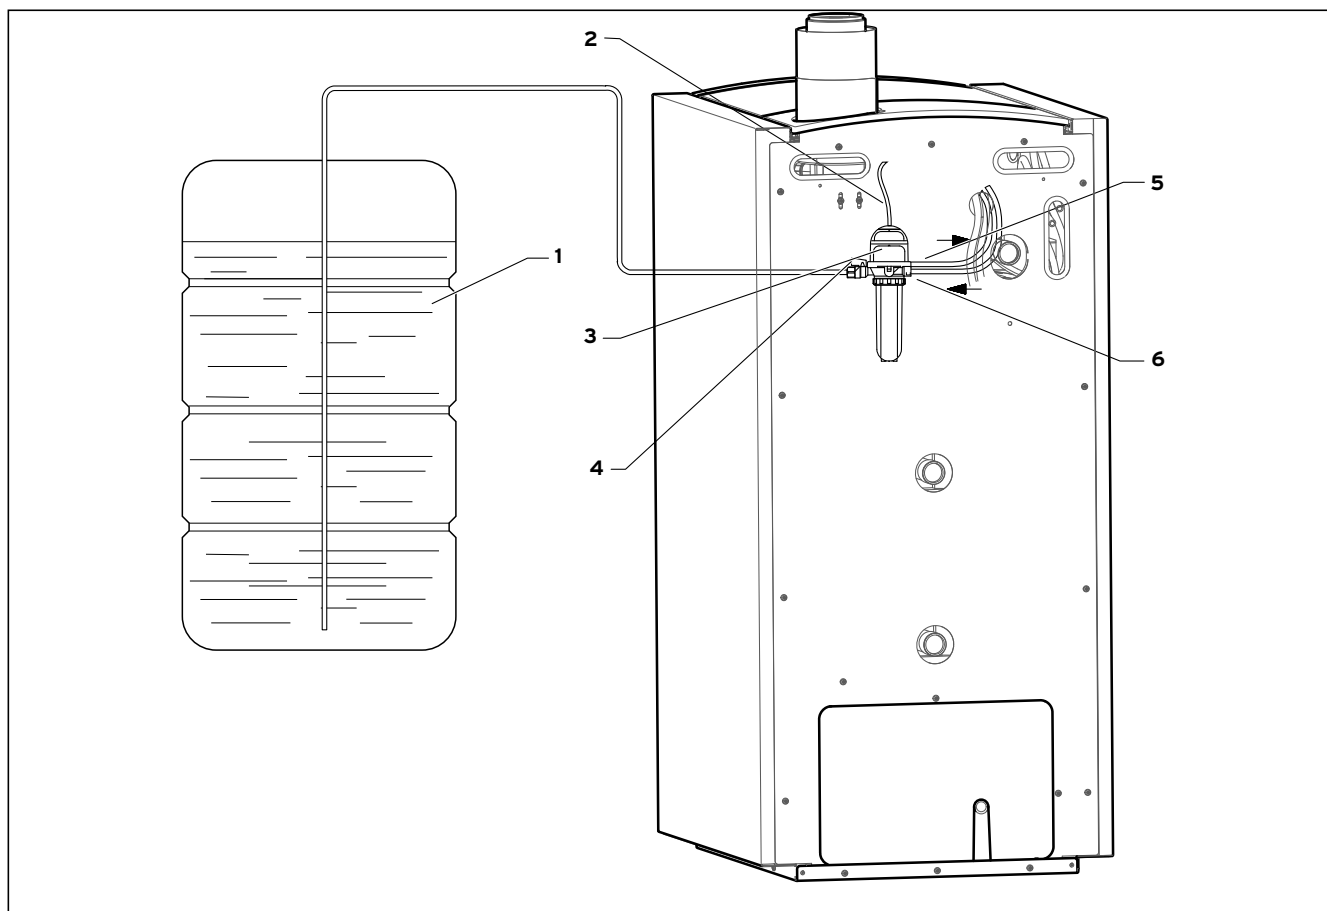

Figure 4.1 Exemple de montage d'un purgeur à mazout
Légende des figures 4.1 et 4.2
- Raccordez les conduites de mazout de la cuve à mazout (1) (voir figure 4.1) et du brûleur au purgeur à mazout (3).
Vous ne devez pas monter à l'envers les conduites de mazout sur le raccordement de départ (5) et de retour (6) (voir figure 4.1). Ceci peut entraîner des dommages du purgeur à mazout et de la pompe du brûleur. Le départ et le retour sont indiqués sur le brûleur, les tuyaux et le purgeur à mazout avec des flèches.
- Connectez la conduite de dégazage (2) (voir figure 4.1) au le raccord fileté de raccordement.
- Placez la conduite de dégazage dans l'icoVIT comme indiqué sur la figure 4.1.